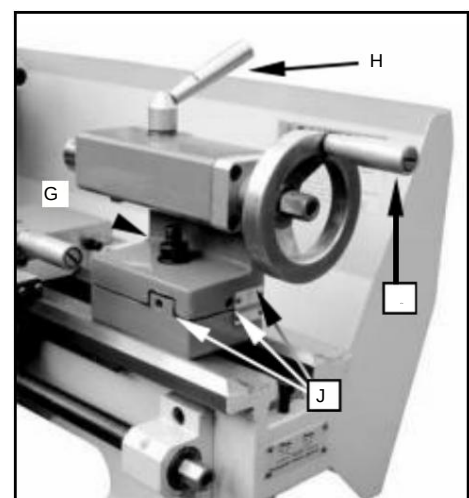

Abb. 12
10. Spannschraube für Spannstock (G, Abb. 12)
II. Tailstock Quill Clamping-Hebel (H, Abb. 12)
12. Tailstock Quill Traverse Handwheel (I, Abb. 12) .